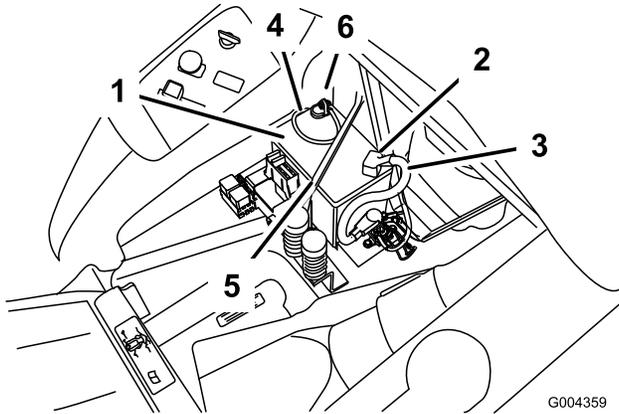

Figura 41
4. Staccate il cavo negativo (nero) di terra dal polo della batteria (Figura 41).
- Infilate il cappuccio di gomma sul cavo positivo (rosso) della batteria. Staccate il cavo positivo (rosso) dal polo della batteria (Figura 41).
- Togliete il dispositivo di fissaggio della batteria (Figura 41) e togliete la batteria dal vassoio.
1. Posizionate la batteria nel vassoio con i poli dei morsetti lontano dalla plancia (Figura 41).
4. Fissate i cavi con due bulloni (1/4 x 3/4 poll.), rondelle (1/4 poll.) e dadi (1/4 poll.) (Figura 41).
6. Fissate la batteria con l'apposito dispositivo (Figura 41).